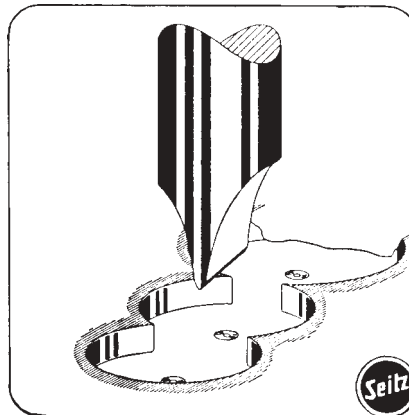

Abb. 49
c) In Taschenuhren älteren Datums sind die Prellstifte durch die vorstehenden Kanten der Platinaausdrehungen ersetzt. In einigen wenigen Kalibern der Schweizer Manufakturen ist dieses Prinzip zu finden, diesmal dienen die Kanten der Ankerklobenausdrehungen als Ersatz (Abb. 49).